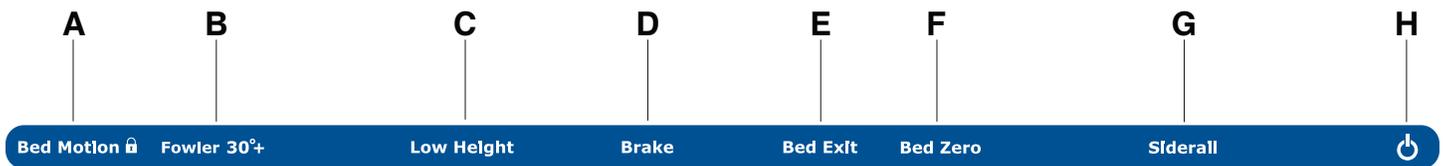

Figure 30 – Voyants DEL du pied de lit
**Remarque** - Le voyant DEL de la sortie de lit **Chaperone** sur le pied de lit s'allume lorsque l'opérateur arme la sortie de lit **Chaperone** (Figure 30).
**Remarque** - Le voyant DEL de la sortie de lit **Chaperone** sur le pied de lit (E) s'allume lorsque l'opérateur arme la sortie de lit **Chaperone** (Figure 30).
**Remarque** - Le voyant DEL **Tarage du lit** (F) s'allume lors de la mise à zéro du système de pesée (Figure 30).